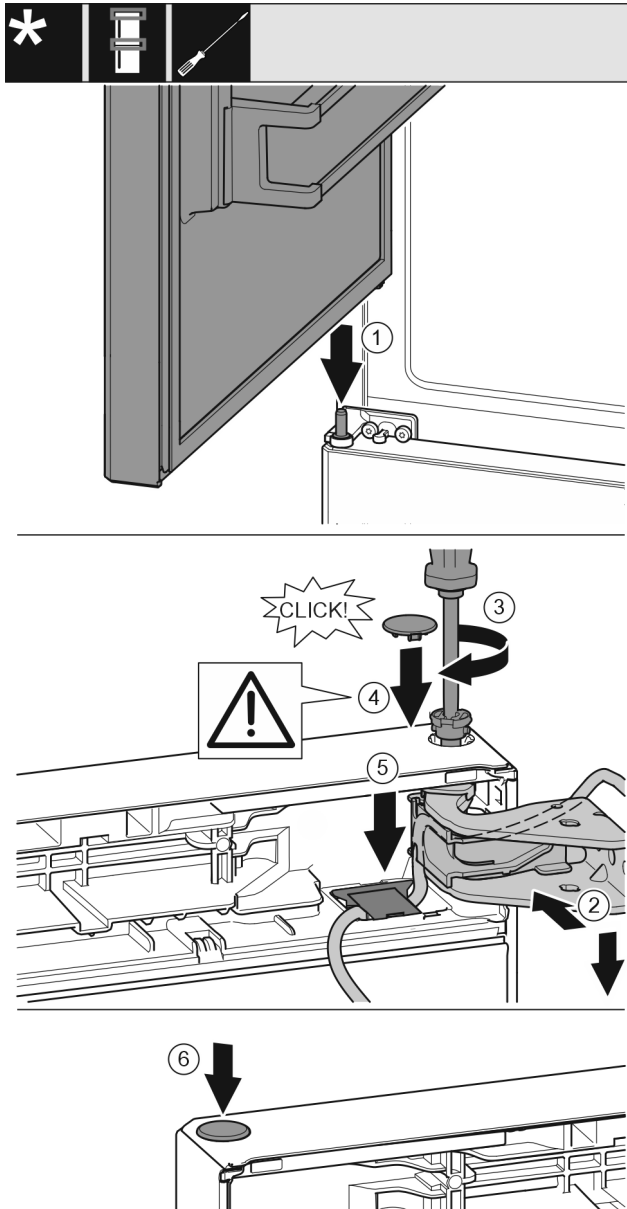

Fig. 42
- ▶ Uzlieciet augšējās durvis uz vidējā gultņa balsta Fig. 42 (1)
- ▶ Nolīmeņojiet durvju augšdaļu pret atveri gultņa balstā. Fig. 42 (2)
- ▶ Ievietojiet tapu un pieskrūvējiet ar skrūvgriezi T15. Fig. 42 (3)
- ▶ Uzmontējiet aiztura pārsegu, lai nostiprinātu durvis: ievietojiet aiztura pārsegu un pārbaudiet, vai tas balstās uz durvīm. Ievietojiet pilnīgi tapu pretējā gadījumā. Fig. 42 (4)
- ▶ Ievietojiet pārsegu un spiediet uz leju, līdz tas nofiksējas. Fig. 42 (5)
- ▶ Ievietojiet aizbāzni. Fig. 42 (6)